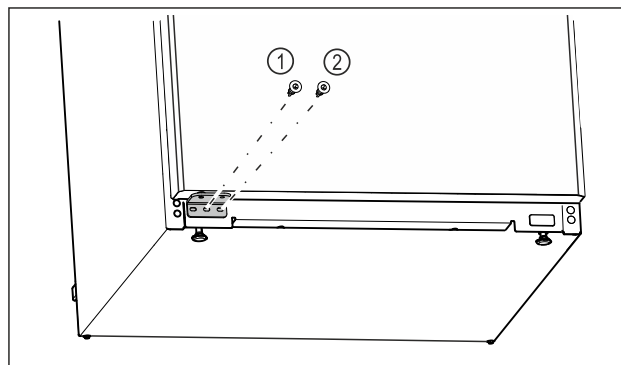

Fig. 22
- ▶ Mittlere Schraube des Lagerbocks Fig. 22 (1) mit Schraubendreher Torx 20 festschrauben.
- ▶ Innere Schraube des Lagerbocks Fig. 22 (2) mit Schraubendreher Torx 20 festschrauben.